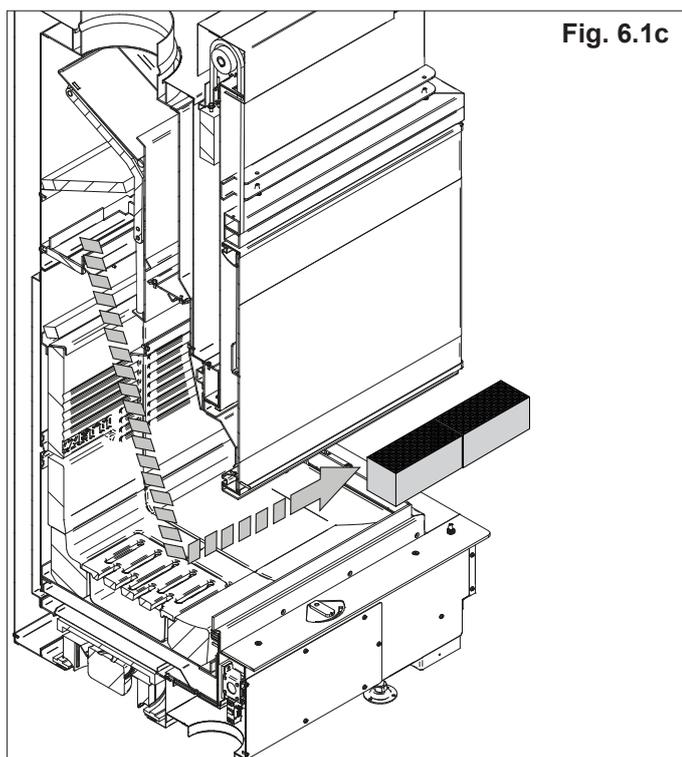
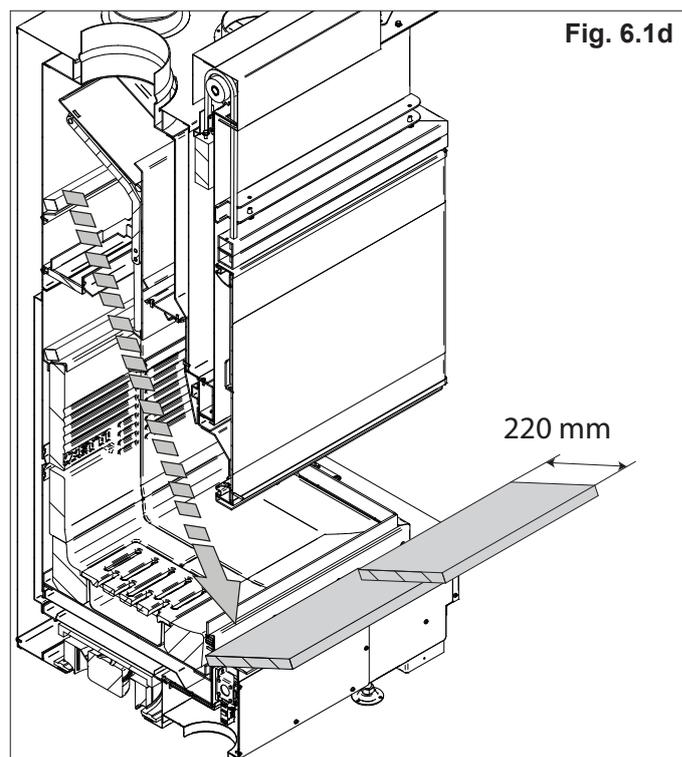

Fig. 6.1c
Fig. 6.1d
- Smontare in sequenza i deflettori e O2RING come da schema (Fig. 6.1a - Fig. 6.1b - Fig. 6.1c - Fig. 6.1d).
- Una volta terminata la pulizia riportare la valvola di ispezione in posizione chiusa, rimontare i deflettori (D), gli O2RING (C) e i deflettori (B) e (A) (Fig. 6.1d - Fig. 6.1c - Fig. 6.1b - Fig. 6.1a) e chiudere la porta.